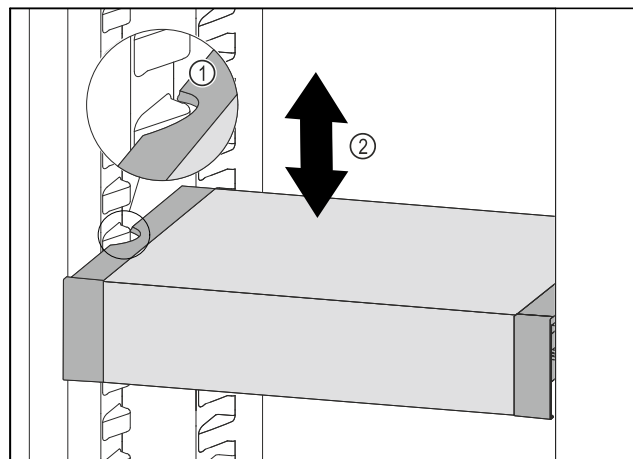

Fig. 133
- Tirer le VarioSafe vers l'avant jusqu'à ce que les encoches latérales du VarioSafe soient à la hauteur de la nervure du bac dans la partie réfrigérateur. Fig. 133 (1)
- Déplacer le VarioSafe vers le haut ou vers le bas dans la partie réfrigérateur jusqu'à ce que la hauteur souhaitée soit atteinte. Fig. 133 (2)